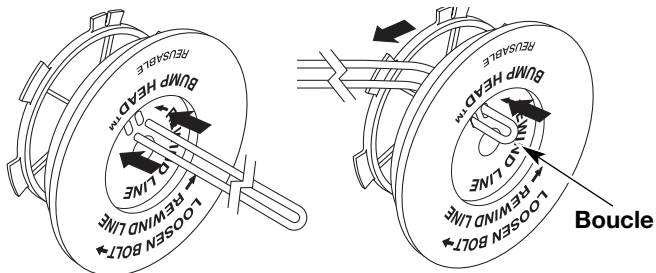

Fig. 31
- Découpez environ 6 m (20 pi) de fil neuf et faites-en deux boucles de longueurs égales. Insérez chaque extrémité de fil dans l'un des deux trous du moulinet (Fig. 31). Tirez le fil à travers le moulinet pour que la boucle soit le plus petit possible.